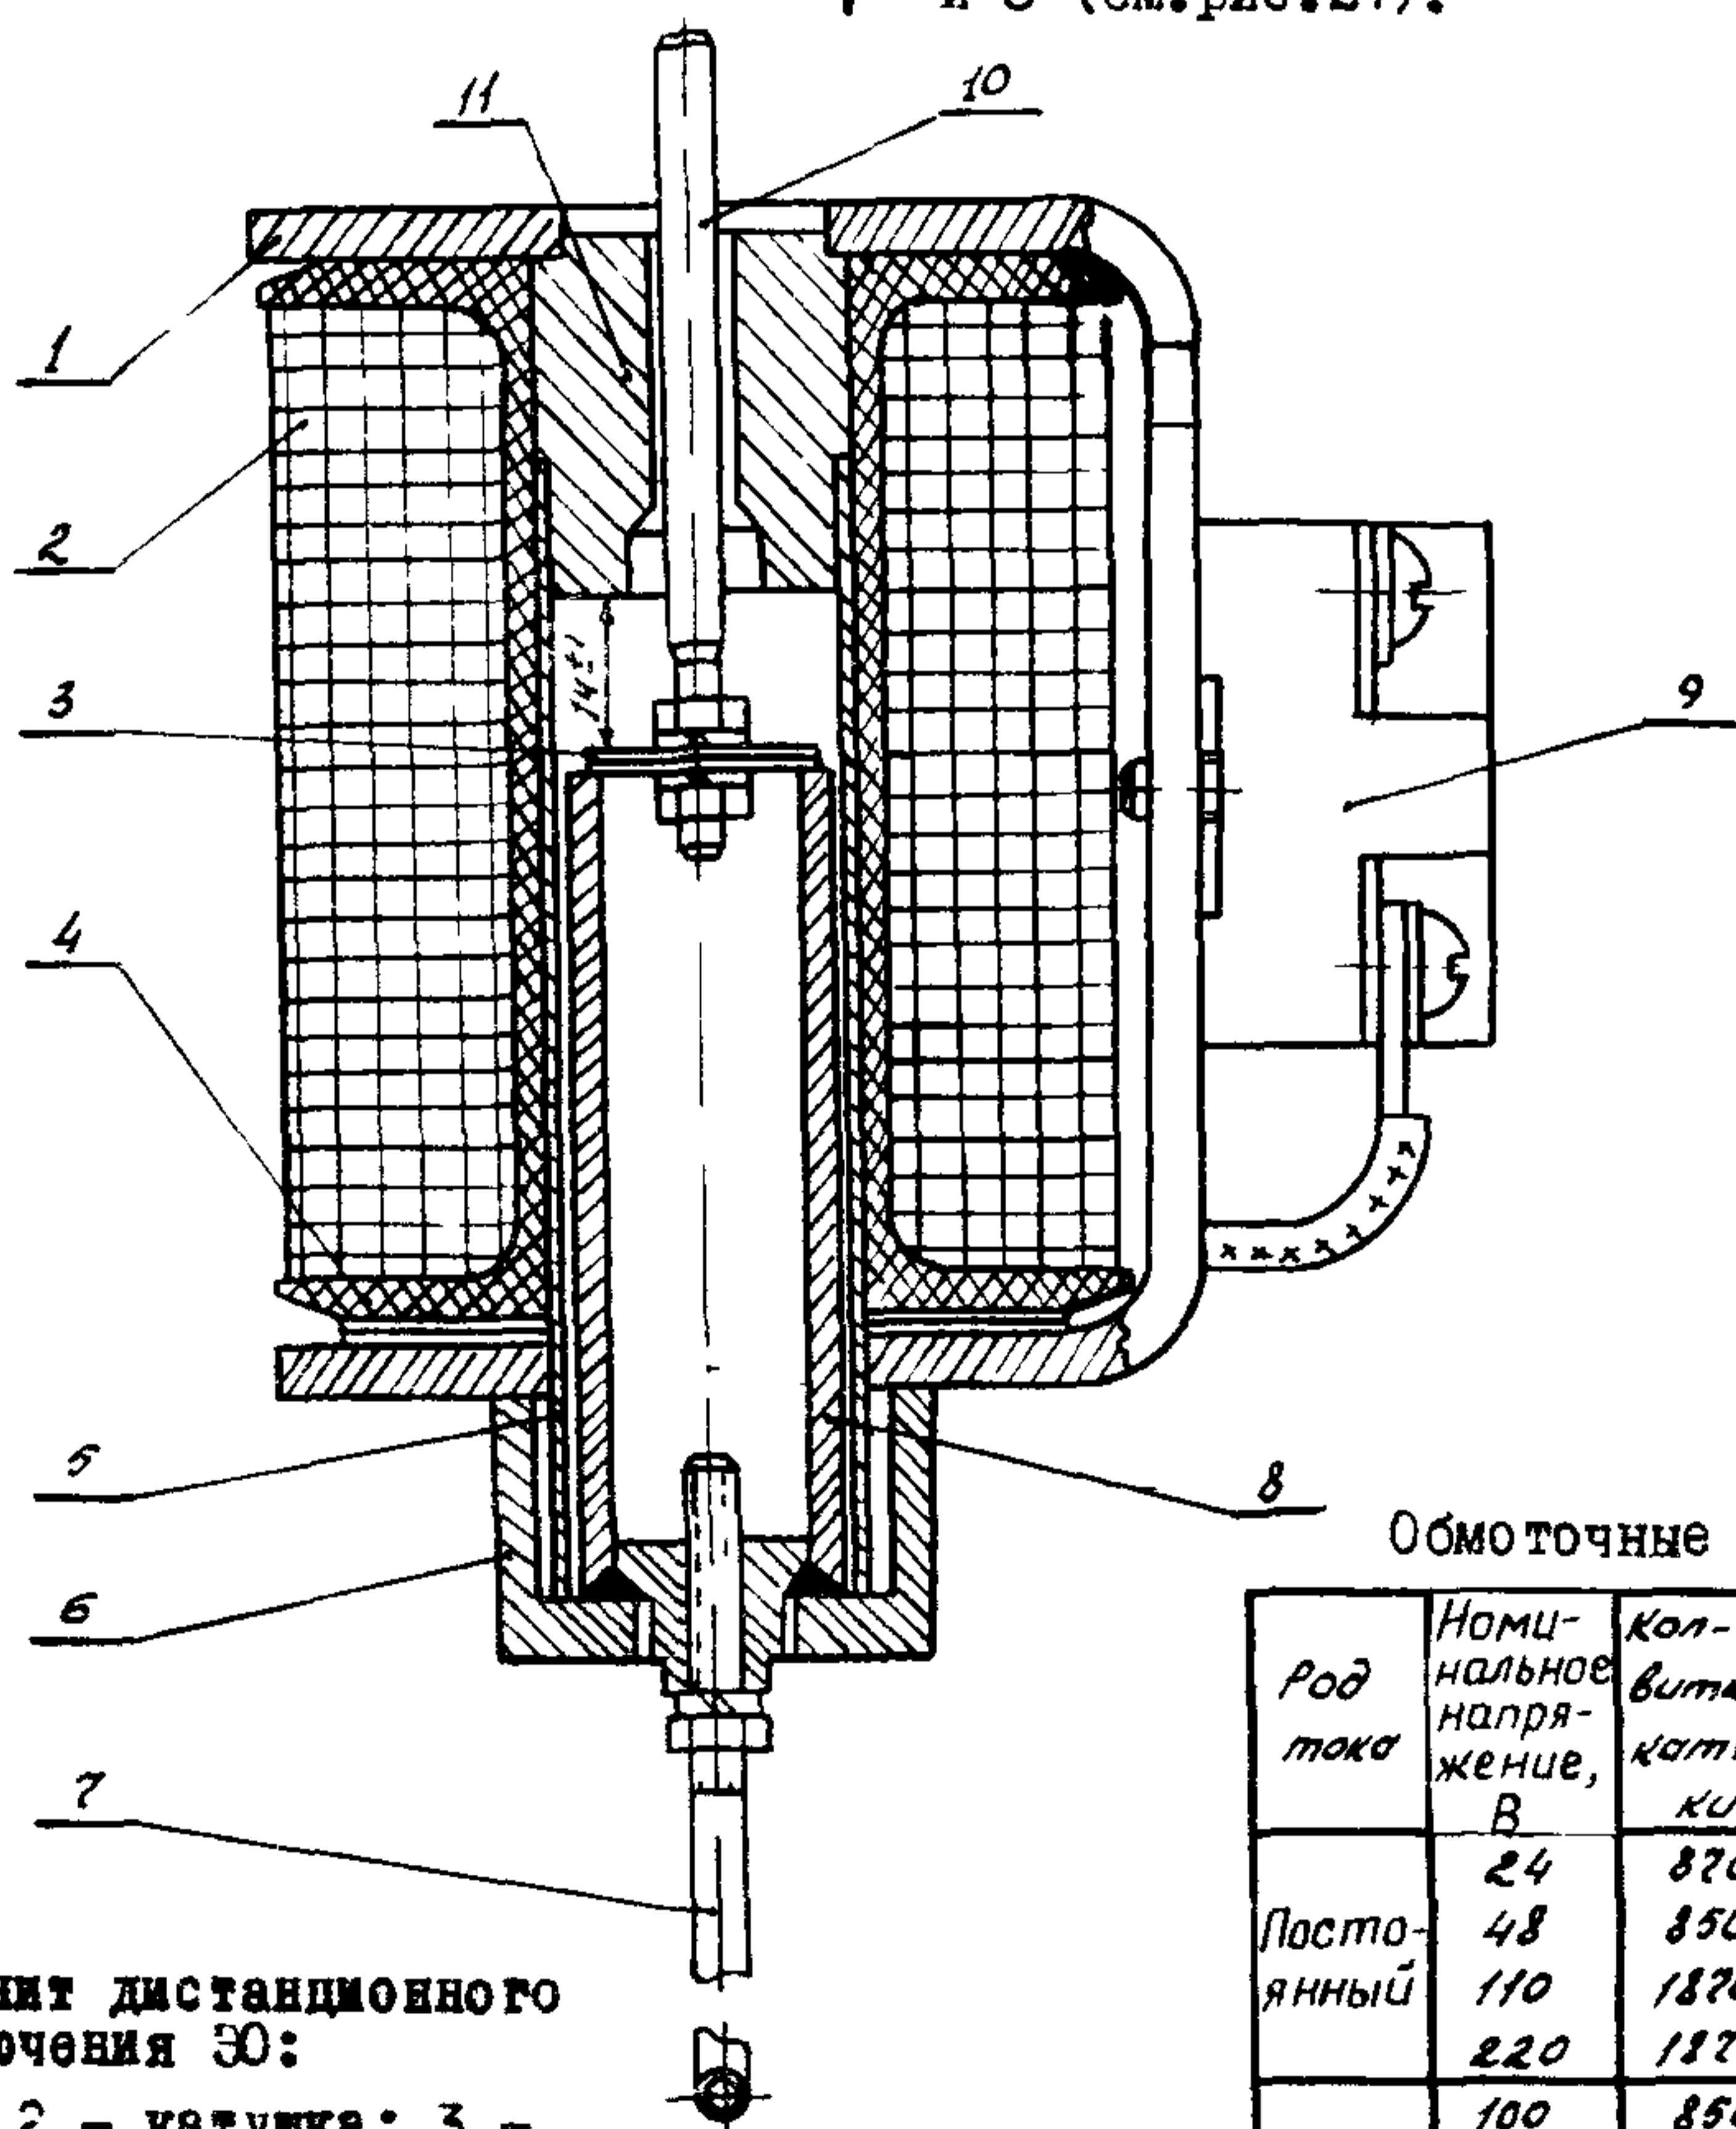
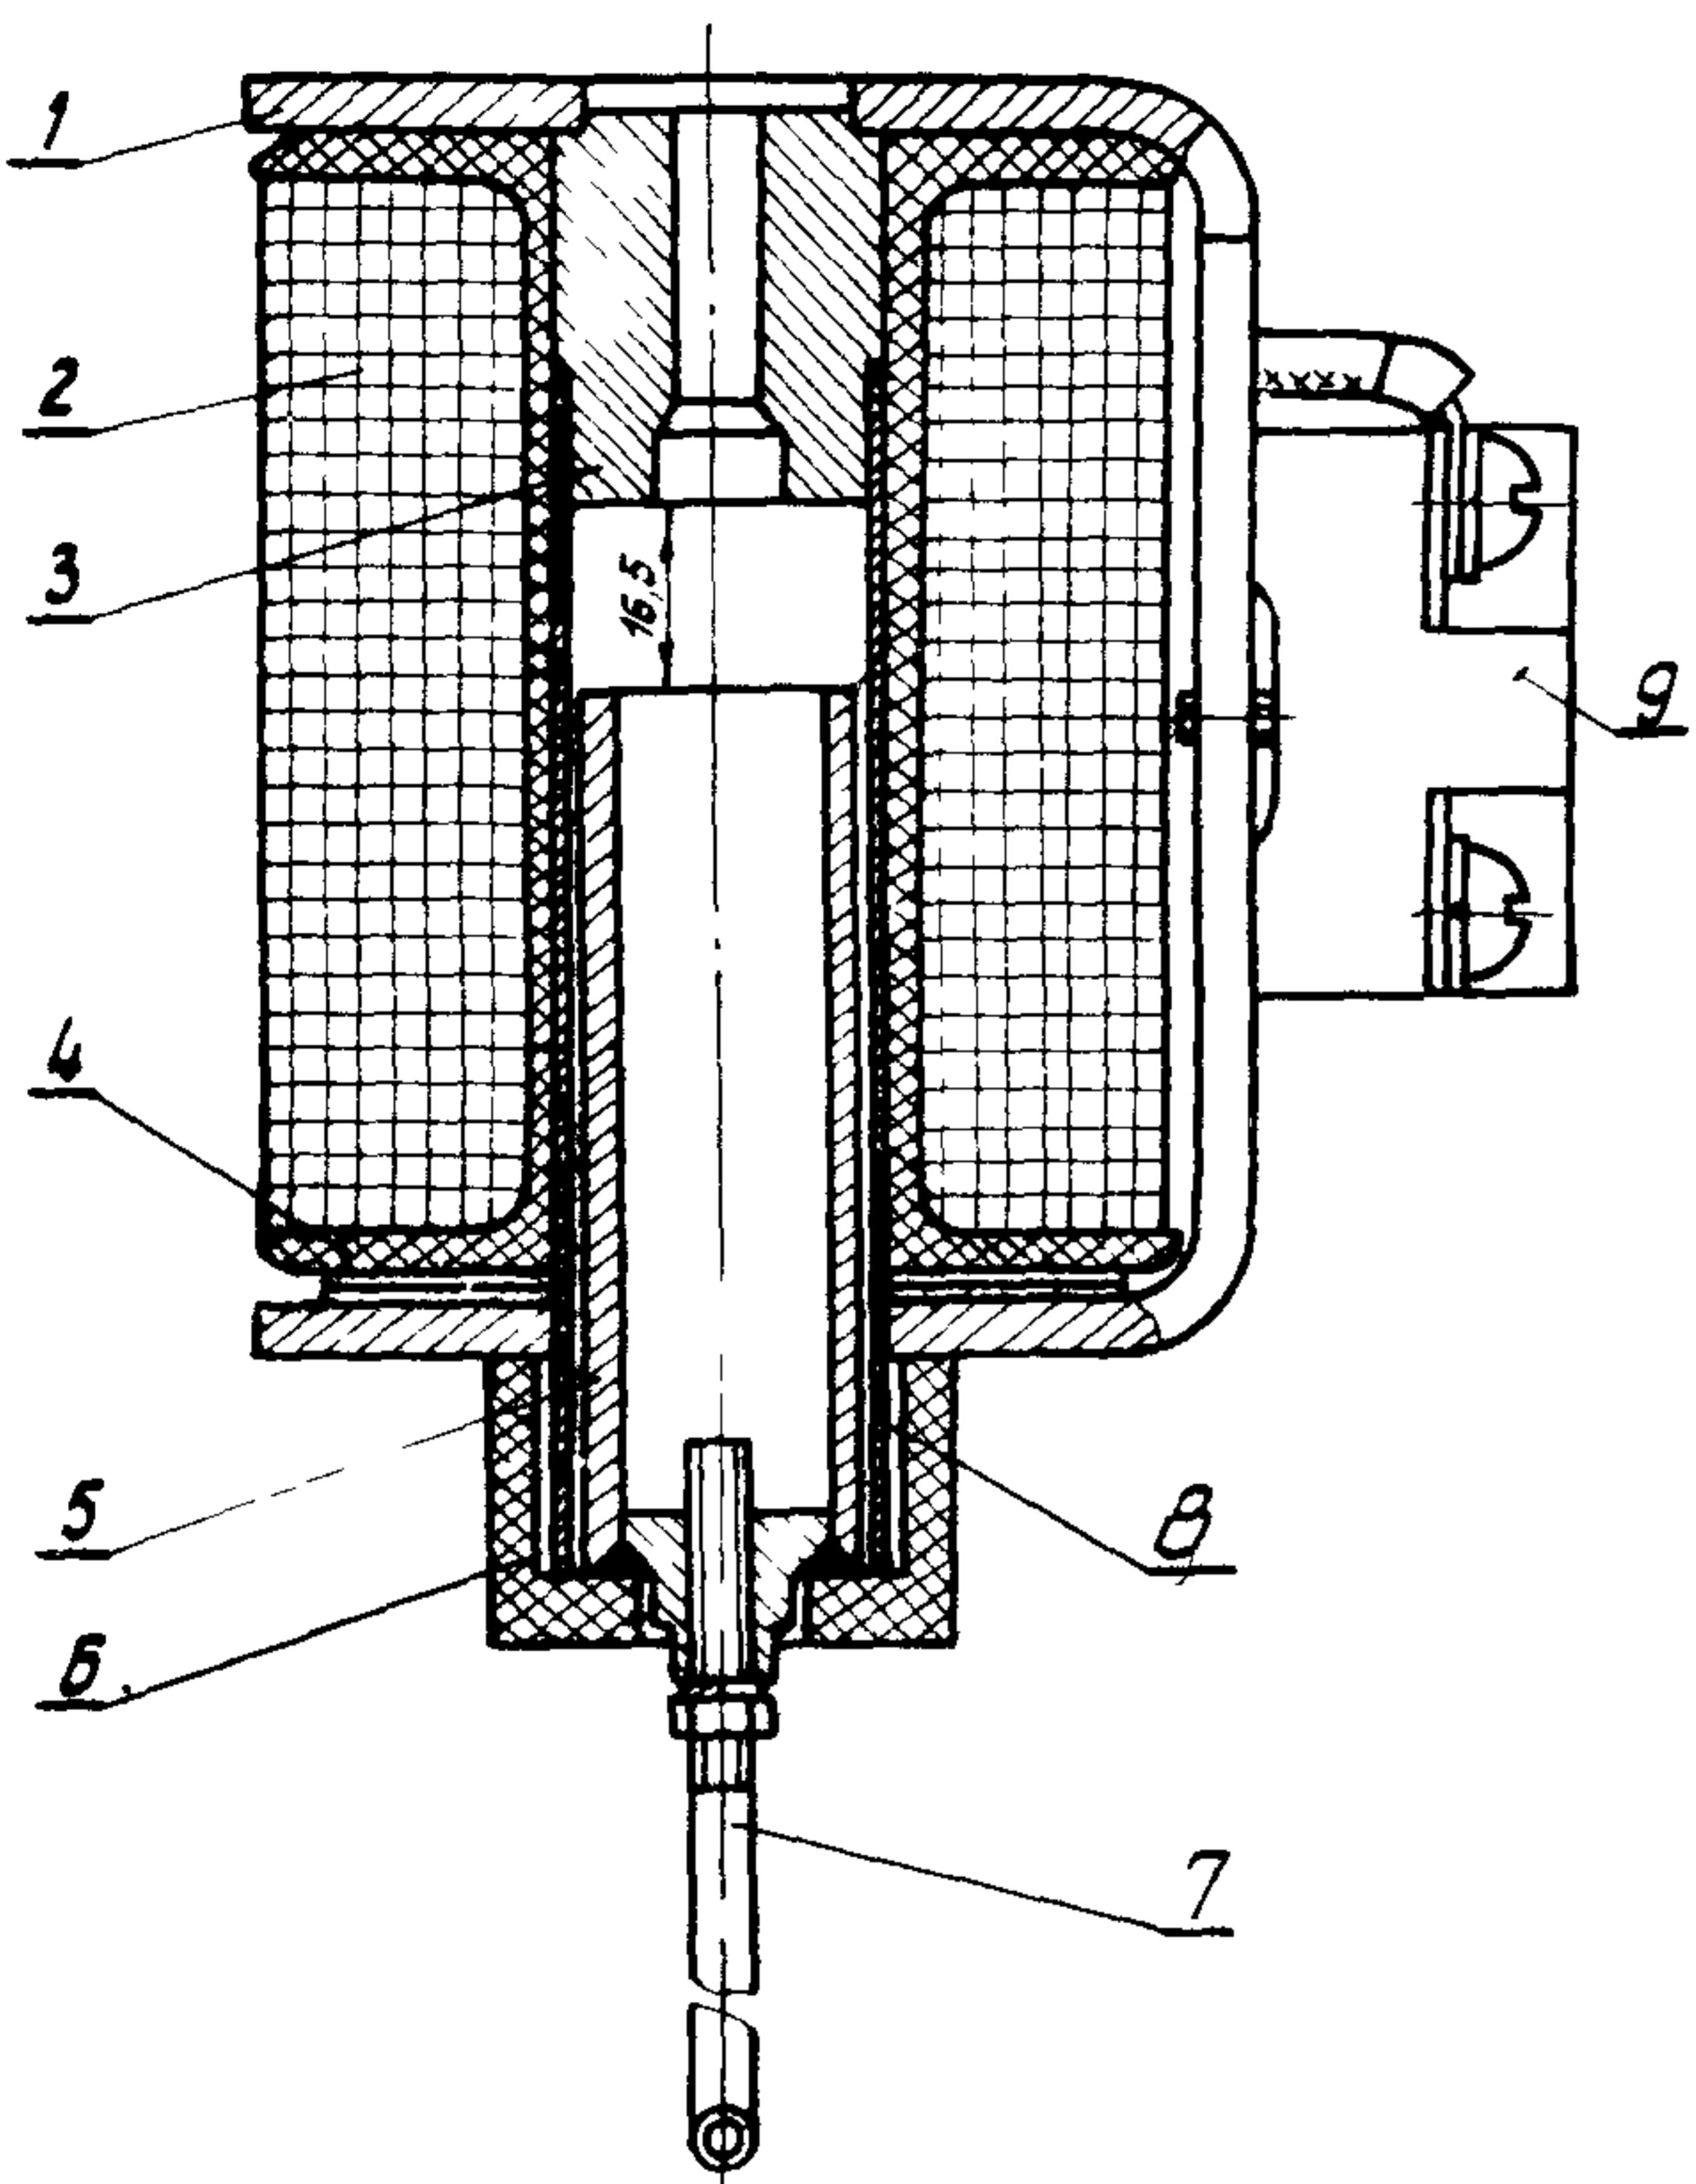

Рис.26. Электромагнит дистанционного отключения 30:
Рис.27. Электромагнит дистанционного включения:
20.1. Проверить легкость хода сердечников 8 (рис.26) и 5 (рис.27) и якоря 10 (см.рис.26). Заедания не допускаются.
20.2. Проверить величину хода указанных сердечников до контролюсов II (см.рис.26) и 3 (см.рис.27).
20.3. Отсоединить тяги 7 (см.рис.26), ослабить гайки и вывинчиванием или вывинчиванием тяги в сердечнике 8 отрегулировать ход сердечника. После регулировки тяги застопорить гайками. При необходимости (после измерения параметров катушки) замену катушки 2 на электромагните отключения произвести согласно переходам 4-5.
магнита включения производятся аналогично переходам 3-5 согласно рис.27.